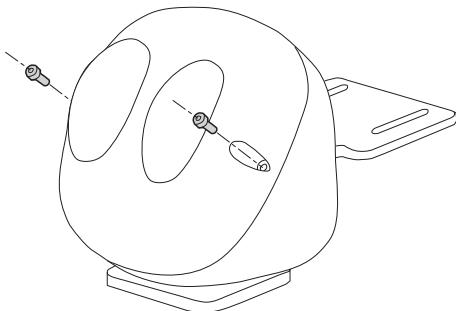

Fig. 1
Dévissez les vis et soulevez la coquille (Fig. 1, page 5).
Fermez la tourelle. Serrez les vis avec un couple de 1.2Nm (Fig. 1, page 5).
2. Dévissez les vis et soulevez la coquille (Fig. 1, page 5).
10. Fermez la tourelle. Serrez les vis avec un couple de 1.2Nm (Fig. 1, page 5).